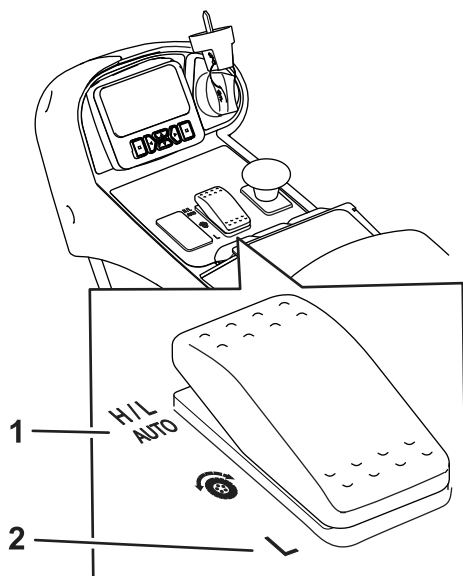

Bild 29
- Unter normalen Betriebsbedingungen ist diese Maschine für den Betrieb in der H/L AUTO-Stellung am Geschwindigkeitsbereichsschalter (**Bild 29**) vorgesehen. Diese Position ermöglicht es der Maschine, automatisch zwischen niedrigen und hohen Geschwindigkeitsbereichen umzuschalten, je nachdem, ob die Maschine zum Mähen oder Fahren verwendet wird.
- Wenn Sie die NIEDRIG-Stellung am Geschwindigkeitsbereichsschalter (**Bild 29**) wählen, arbeitet die Maschine immer im niedrigen Drehzahlbereich. Diese Einstellung ist für den Betrieb in einem Werkstattbereich, das Be- oder Entladen von einem Anhänger, das Befahren steiler Steigungen oder jeden anderen Betrieb vorzuziehen, bei dem die höheren Fahrgeschwindigkeiten des hohen Geschwindigkeitsbereichs nicht erwünscht sind.
Diese Maschine ist mit zwei Fahrgeschwindigkeitsbereichen ausgestattet: niedrig und hoch. Mit dem Geschwindigkeitsbereichsschalter können Sie die folgenden Positionen wählen (Bild 29):